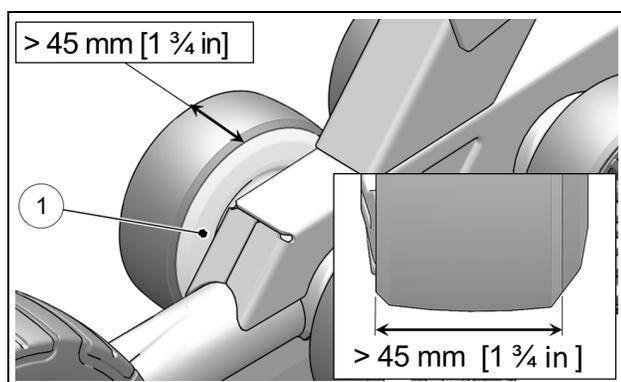

Abbildung 34
Überprüfen Sie den Abnutzungsgrad der Räder, besonders an der inneren Führungsleiste. Wenn die Innenseite (1) durchlöchert ist bzw. die Breite der Lauffläche des Rades eine Breite von weniger als 45 mm erreicht hat, muss das Rad ausgewechselt werden. Ein Rad, das übermäßig abgenutzt ist, bietet keine ausreichende Stützfunktion für die Führung der Raupenkette. Raupenketten-Führungen können auch frühzeitig verschleifen. Abbildung 34.